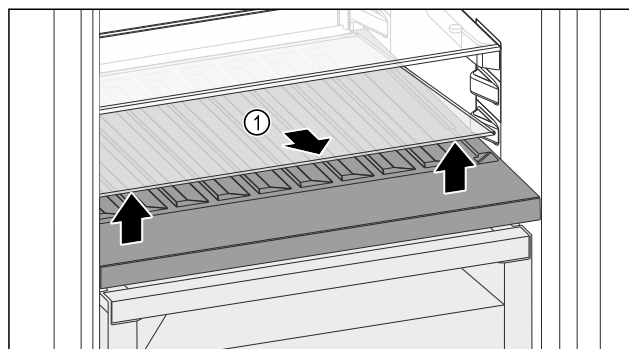

Fig. 156
- Glasplaat Fig. 156 (1) bij de uitsparing aan de voorzijde optillen en verwijderen.
- Glasplaat Fig. 156 (1) goed bewaren buiten het apparaat.